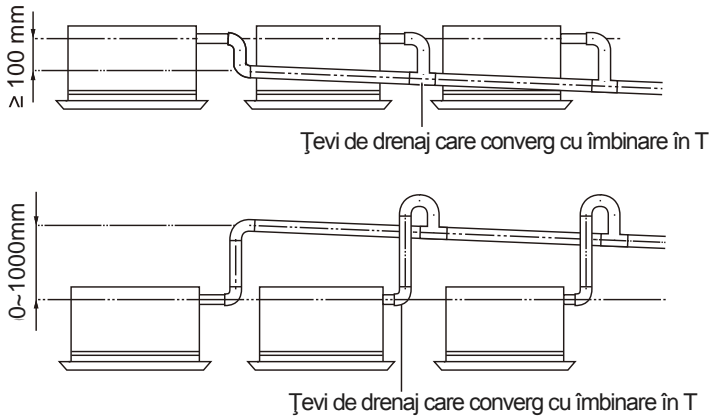

Fig.23
(3). Atunci când sunt adunate mai multe țevi de drenaj, montați țevile așa cum se prezintă în Fig. 23. Selectați țevi de drenaj convergente al căror calibru este potrivit pentru capacitatea de funcționare a unității. (luați ca exemplu tipul casetă)